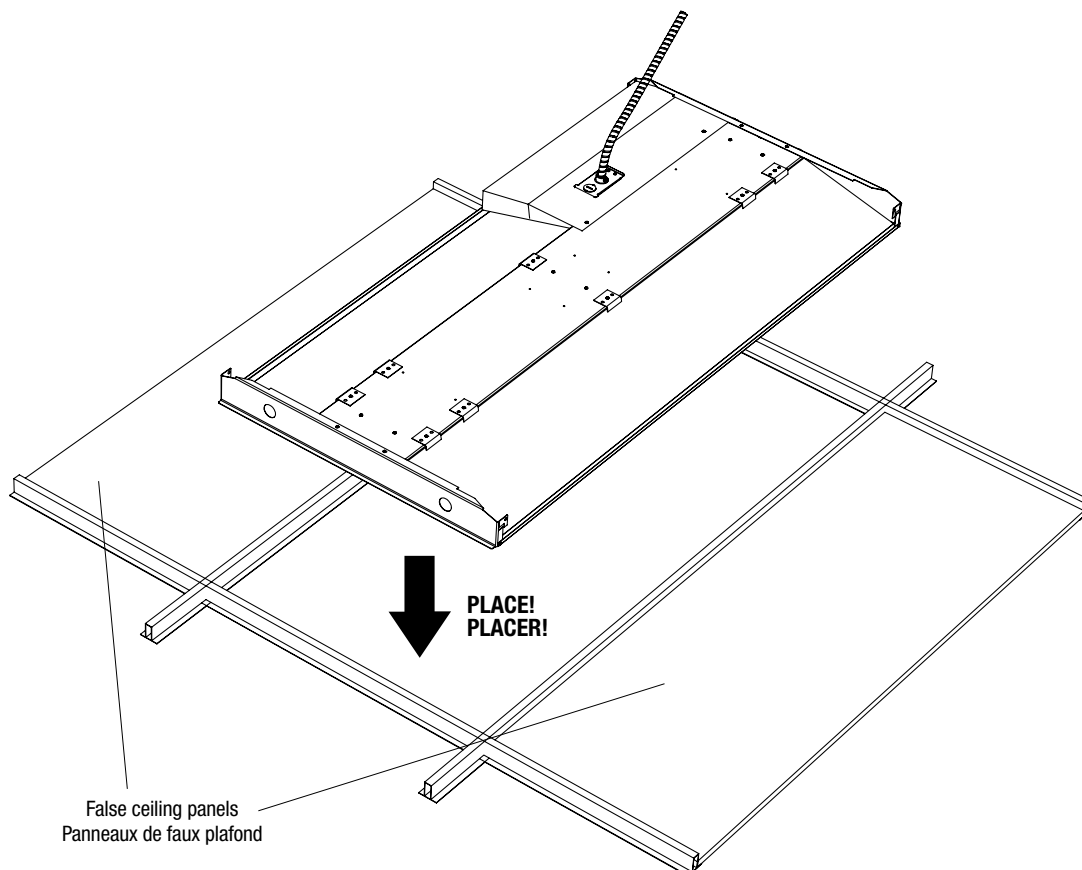
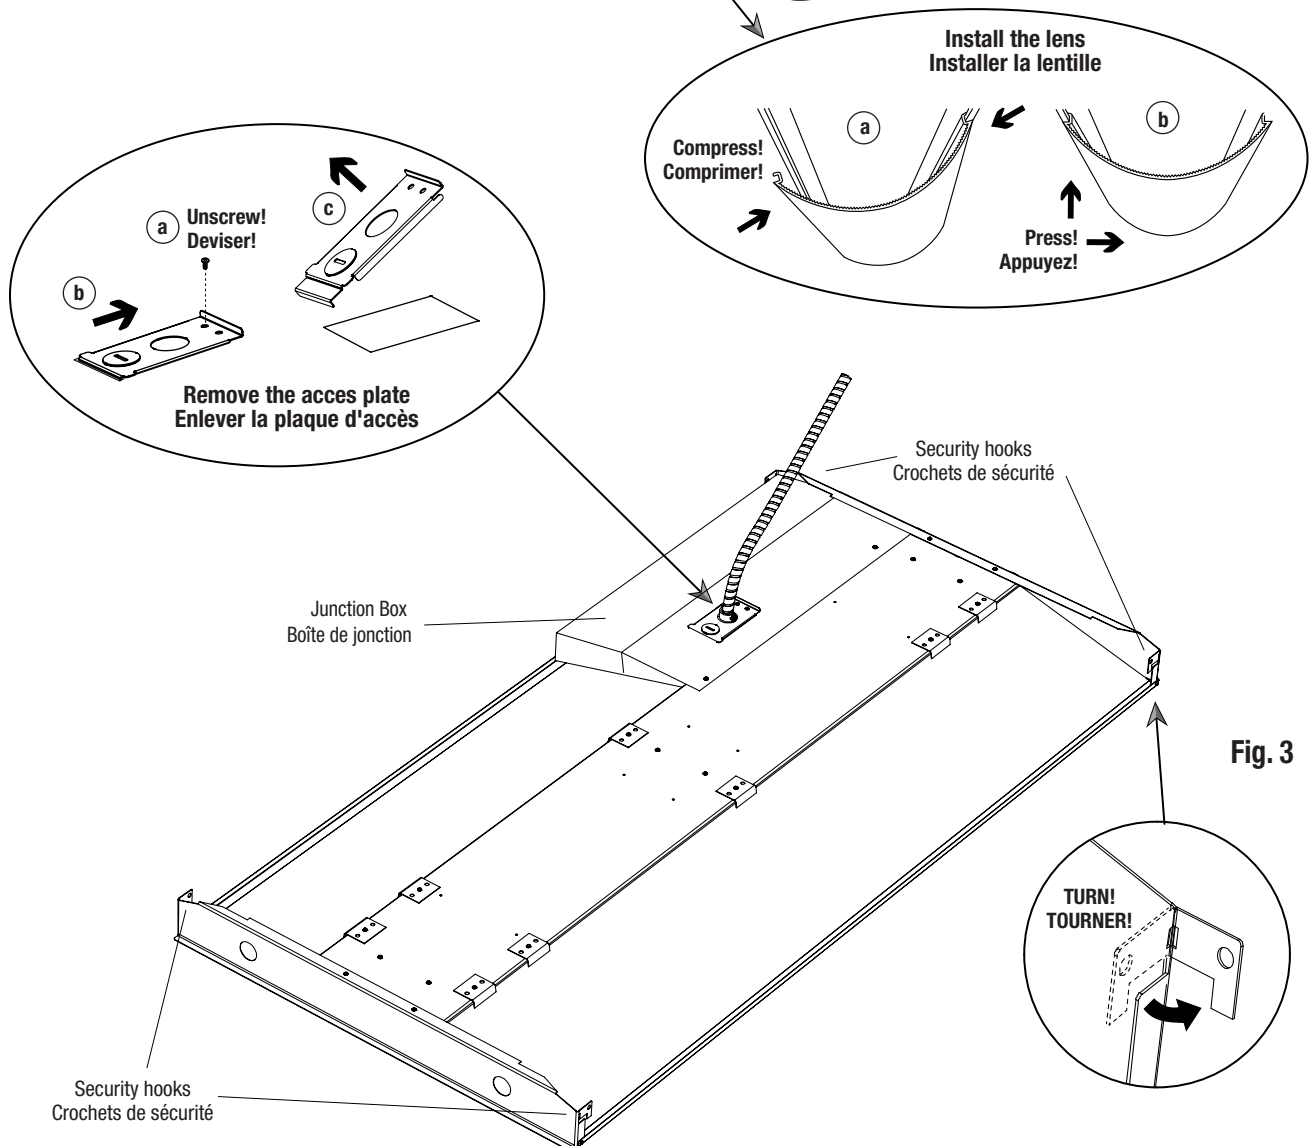

Fig. 1
Fig. 3
2. Angle the fixture into the opening and place it securely onto the suspended T-bars grid ceiling (Fig. 1). Fold the security hooks like shown in Fig. 3 detail.
3. Remove the access plate of the junction box (see Fig. 3 detail).
7. Install the lens on the luminaire (see Fig. 3 detail).
2. Inclinez le luminaire dans le trou prévu dans le plafond et placez-le de façon à ce qu'il s'emboîte sécuritairement sur la grille "T-bar" dans le plafond (Fig. 1). Plier les crochets de sécurité, comme montré dans la Fig. 3.
3. Enlever la plaque d'accès de la boîte de jonction (voir le détail dans la Fig. 3).
7. Installer la lentille sur le luminaire (voir le détail dans la Fig. 3).